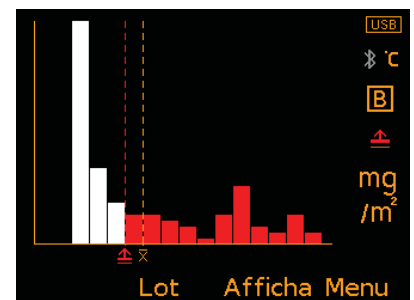

Fig. 6: Graphique de distribution
- Graphique de distribution (Fig. 6) :** représentation visuelle de la répartition du profil de contamination saline par rapport au niveau moyen de contamination et à la limite (si définie).